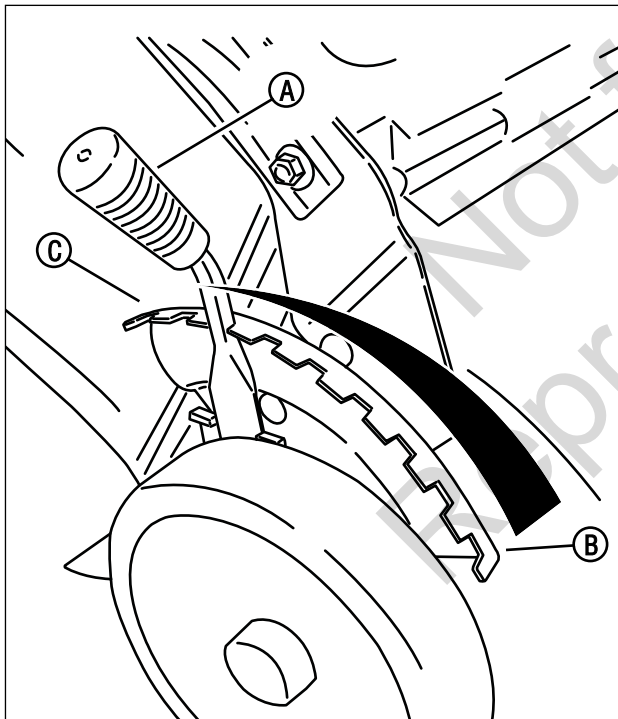
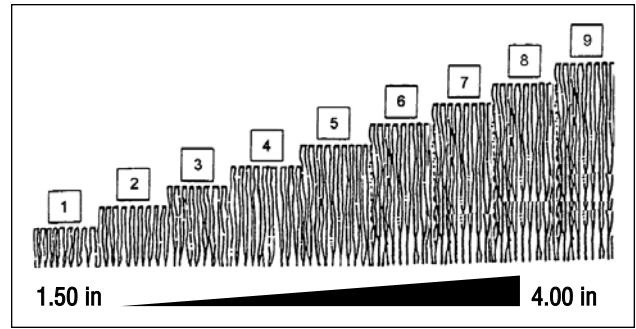

Figura 6: Ajuste de la altura de corte
Figura 7: Valores de ajuste de la altura de corte (aproximados)
1. Hale hacia afuera la palanca de ajuste de altura (**A, Figura 6**), y mueva hasta la altura de corte deseada. La posición de corte más alta es la ranura 9 (**B**; además vea la **Figura 7**). La posición de corte más baja es la ranura 1 (**C**).